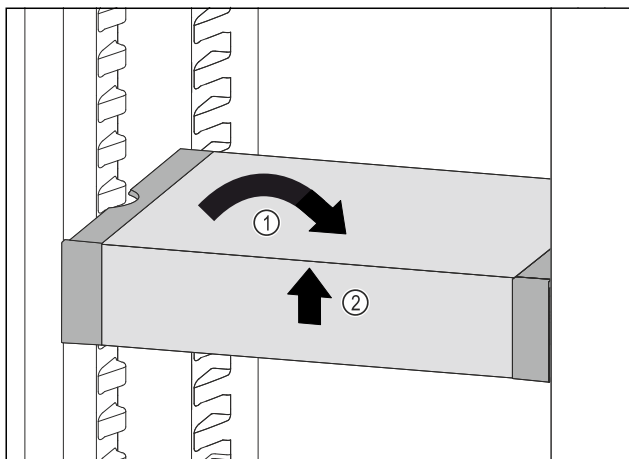

Fig. 197
- ▶ VarioSafe postavte rovně. Fig. 197 (1)
- ▶ VarioSafe vpředu zvedněte. Fig. 197 (2)